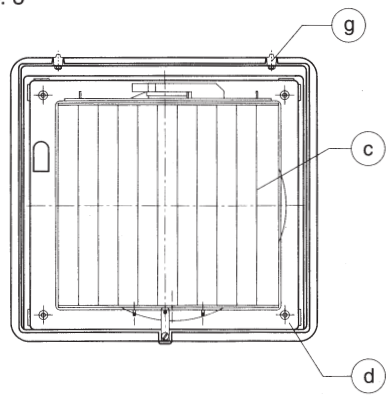

Fig. 4
- Fig.4- Retirer la platine (e) après avoir dévissé les 4 entretoises métalliques (f)
- Fig.4- Placer la platine (e) et la fixer avec les quatre entretoises métalliques (f). Raccorder les câbles électriques à la boîte à bornes (h) en suivant les instructions données au chapitre "**Raccordement électrique**".